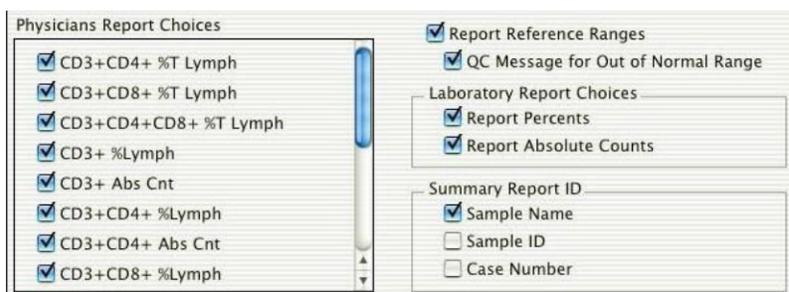

Figura 2: Tela Test Prefs.
2.1. A janela **Test Prefs** aparecerá após o término do BD FACSComp™ (**Figura 2**).